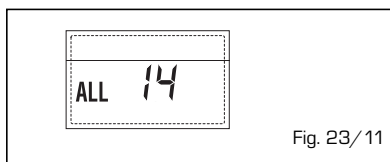

Fig. 23/11
**- ANOMALIA DEL VENTILATORE "ALL 15" (fig. 23/12)**